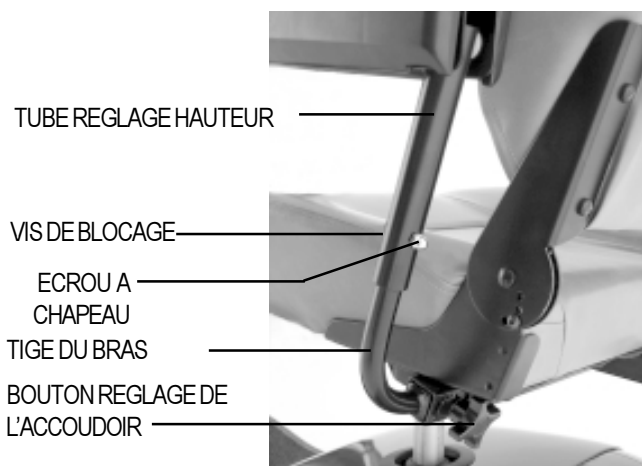

FIGURE 16. REGLAGES ACCOUDOIRS
1. Desserrez les boutons derrière le dossier. Voir la figure 16.
Référez-vous à la figure 16 pour le réglage de la hauteur des accoudoirs.
1. Desserrez la vis de blocage sur le coté du tube à l'aide de la clé de 1/8". Voir la figure 16.